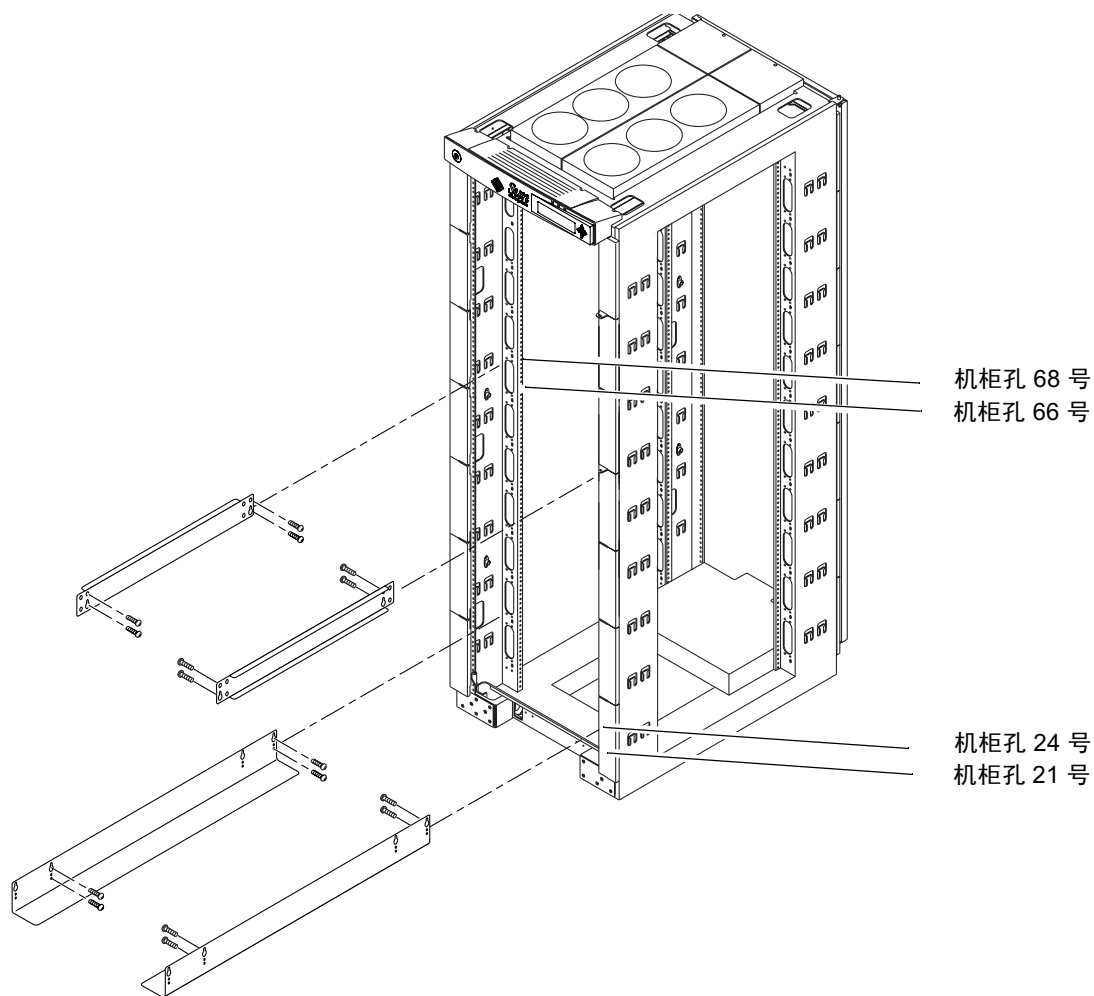

图 2-1 导轨安装 (Sun Fire 机柜)
1. 将滑轨连接到 Sun Fire 机柜上，每个滑轨使用四个螺丝（两个用于吊架孔，两个用于吊架孔上的插槽）。机柜孔的编号如图 2-1 所示。